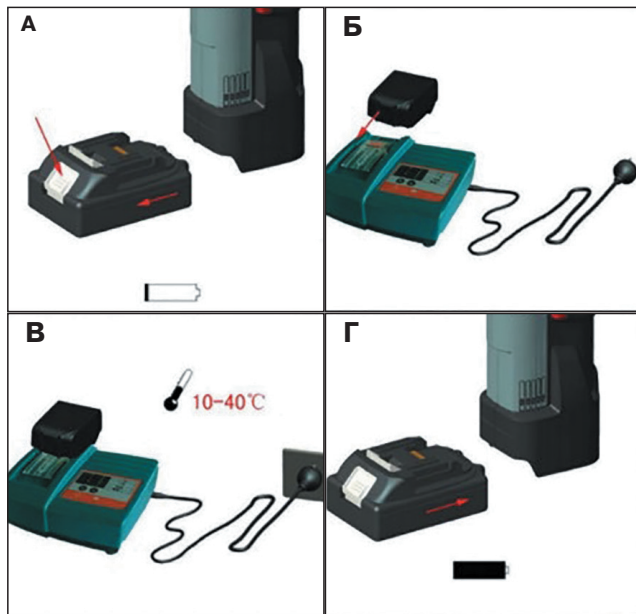

Рис.3
**7.9.** Зарядка АКБ производится в следующем порядке (рис.3):